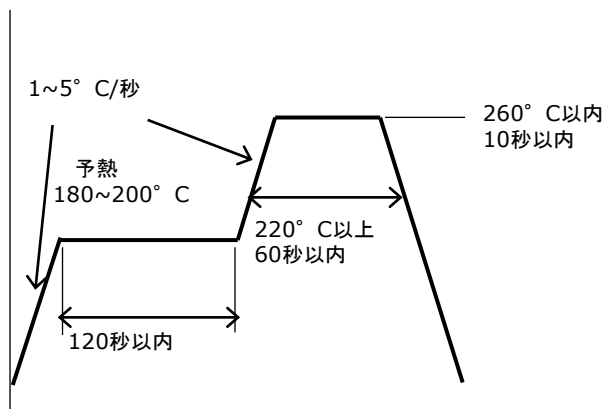

図11. リフロー推奨条件
- リフロープロファイルは図11の条件を参考にご使用になるはんだの推奨条件に合わせてください。